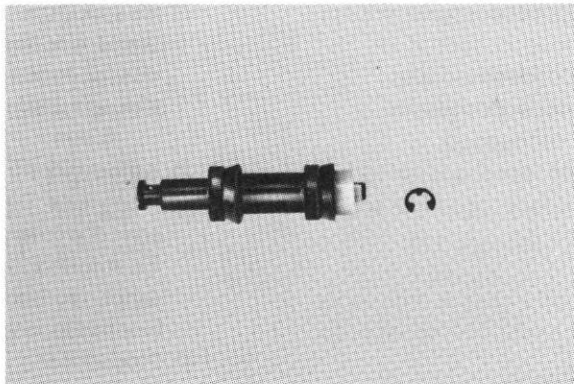

Fig. 34
- 9) Remove the E clip, and remove the cylinder cup retainer. (Fig. 34)
- 9) Retirer le circlip en E, puis la bague d'arrêt de la coupelle. (Fig. 34)
- 9) E-Klemmring abziehen und Spannring der Zylindermanschette abnehmen. (Abb. 34)